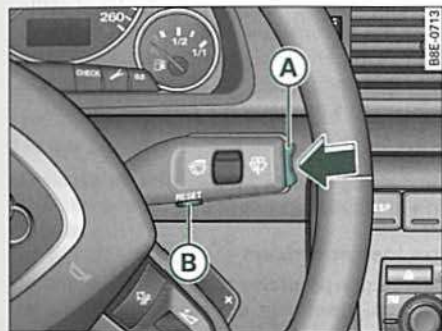

Fig. 24 Palanca del limpiaparabrisas: Elementos de manejo del ordenador de a bordo
Al pulsar la tecla **Reset** tecla **B** ⇒ página 39, fig. 24 se puede pasar de las funciones del nivel de memoria 1 a las funciones del nivel de memoria 2.
- Pulse la zona superior o inferior del conmutador-selector de funciones **(A)** ⇒ fig. 24. Se visualizarán una tras otra las funciones del ordenador de a bordo en los niveles de memoria correspondientes.
En la pantalla digital se indica el tiempo transcurrido desde que se borró la memoria por última vez. Cuando quiera calcular el tiempo de la duración del viaje a partir de un determinado momento habrá que borrar la memoria pulsando la tecla **(Reset)** ⇒ página 39, fig. 24 **(B)**.
Bastará con pulsar brevemente el interruptor-selector de funciones o bien la tecla **(Reset)** ⇒ página 39, fig. 24 para borrar este aviso.
En la pantalla digital se visualiza el consumo medio de combustible en l/100 km, determinado desde la última vez que se borró la memoria. Con ayuda de este indicador es posible adaptar el estilo de conducción a lo que se desee consumir. Si desea determinar el consumo medio para un nuevo periodo de tiempo, borre la memoria con la tecla **(Reset)** ⇒ página 39, fig. 24. Una vez borrada, y durante los primeros 30 metros de recorrido, aparece un cero.
En la pantalla digital se visualiza la velocidad media en km/h, determinada desde la última vez que se borró la memoria. Si desea determinar la velocidad media para un nuevo periodo de tiempo, borre la memoria con la tecla **[Reset]** ⇒ *página 39, fig. 24.*
En la pantalla se muestra la distancia recorrida desde la última vez que se borró la memoria. Cuando quiera calcular la distancia recorrida a partir de un punto concreto, borre la memoria en dicho punto pulsando la tecla **[Reset]** ⇒ *página 39, fig. 24* **(B)**.